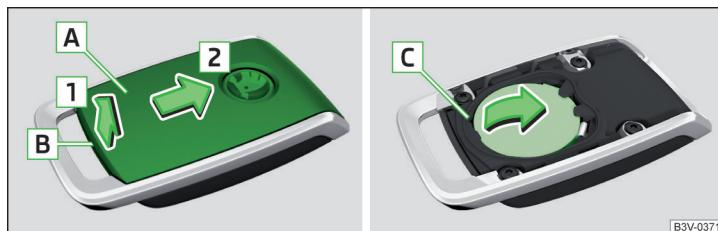

Fig. 220 Telecomanda radio: Capacul bateriei
- Cu o șurubelniță dreaptă subțire, desprindeți capacul [A] în zona [B] » fig. 220.